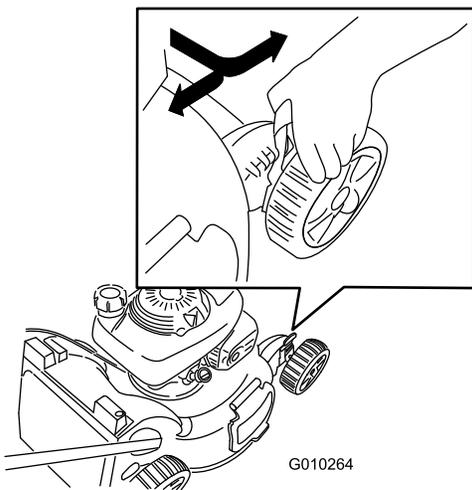

Рисунок 15
**Примечание:** Чтобы поднять машину, переместите все четыре рычага регулировки высоты скашивания вперед; для опускания машины переместите все эти рычаги назад (Рисунок 15).